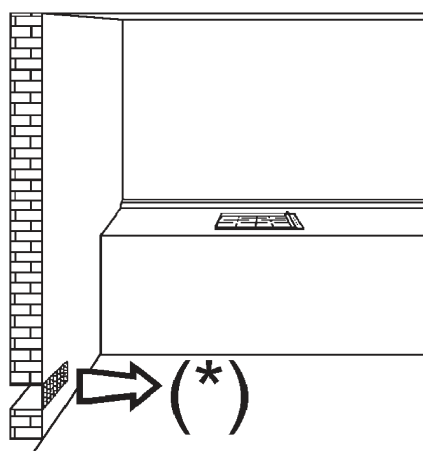
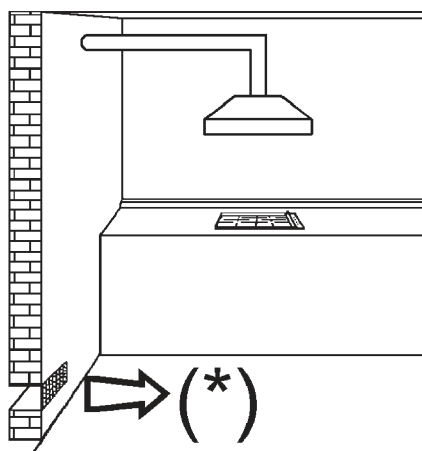
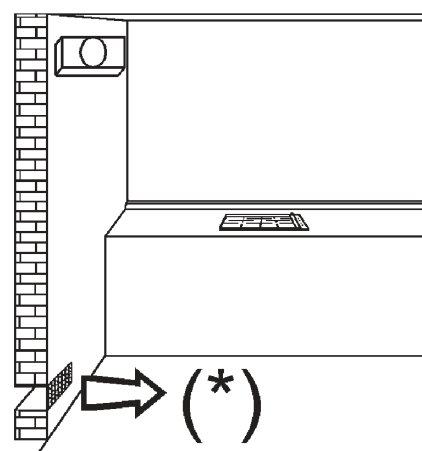

РИС. 3
РИС. 4
РИС. 5
- При сгорании газа выделяется тепло и влажность. Поэтому в помещении необходимо обеспечить хорошую циркуляцию воздуха, не загромождать отверстия для естественной вентиляции (рис. 3) и включить вытяжку (вытяжной колпак или электрический вентилятор, рис. 4 и 5).
Для правильного функционирования прибора необходимо, чтобы помещение, где он устанавливается, постоянно вентилировалось. Количество воздуха должно быть достаточным для нормального сжигания газа и вентиляции помещения объемом 20 м3. Естественный приток воздуха должен происходить напрямую через вентиляционные отверстия в стене, выходящие наружу и имеющие сечение не менее 100 см2 (см. рис. 3). Эти отверстия должны быть расположены таким образом, чтобы доступ воздуха в них всегда оставался открытым.
Продукты сгорания, образующиеся при готовке на газовых плитах должны обязательно удаляться при помощи вытяжек, соединенных с вентиляционными трубопроводами, дымоходами или с отверстиями, выходящими наружу (см. рис. 4). Если нет возможности использовать вытяжку, допускается использование вентилятора, устанавливаемого на окне, или на выходящей на улицу стене, который должен включаться одновременно с прибором (см. рис. 5), при этом обязательно должны соблюдаться нормы вентиляции помещений.